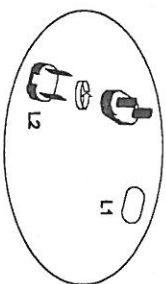

Fig. 2a
- 1) Ruotare il portalamпада fino a sentire un leggero scatto (Fig.2a)